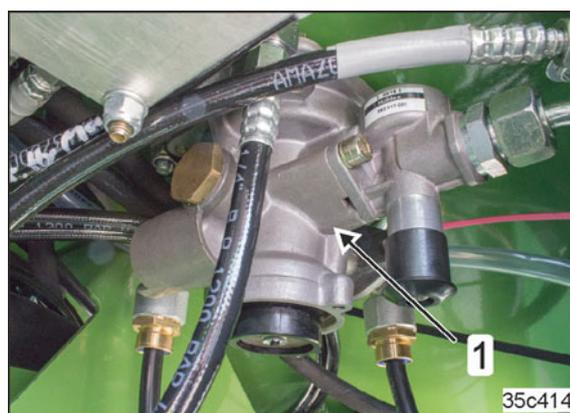

Fig. 32
- un clapet de frein de remorque (Fig. 32/1)